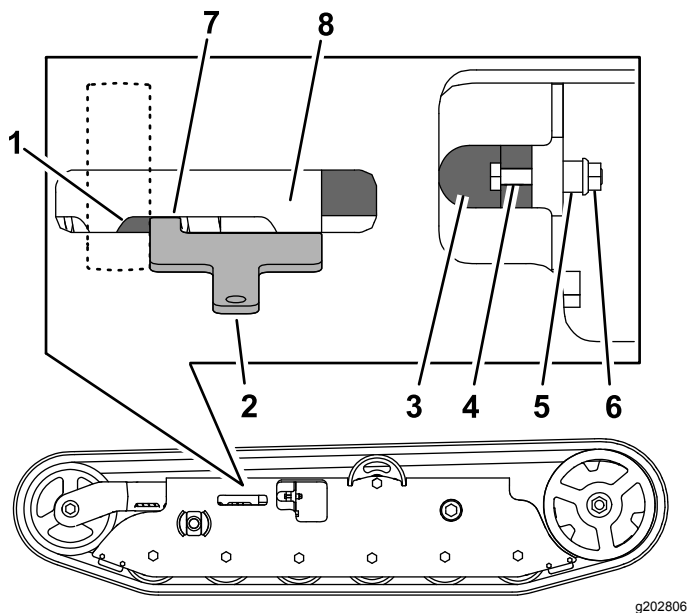
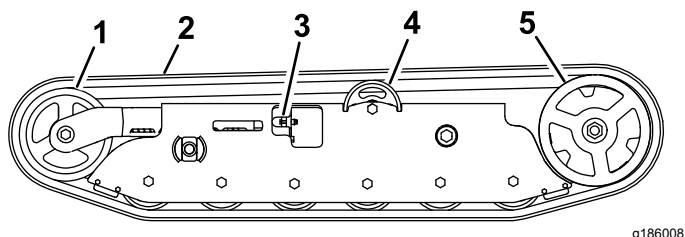

Figure 36
Figure 37
Si vous placez la languette de l'outil tendeur le long du bord arrière de l'écrou de tension, l'autre extrémité de l'outil tendeur doit s'aligner sur le bord du bras de tension, comme montré à la Figure 36. Si l'écartement n'est pas correct, réglez la tension des chenilles comme suit :
5. Retirez le boulon (1/4 x 1-5/8 po), l'entretoise et l'écrou (Figure 36).
6. Figure 36
7. Alignez l'encoche la plus proche dans le boulon de tension et le trou du boulon, et fixez le boulon de tension avec le boulon (1/4 x 1-5/8 po), l'entretoise et l'écrou (Figure 36).
5. Tournez la vis de tension dans le sens horaire pour réduire la tension (Figure 36 et Figure 37).
7. Lorsque la chenille est déchaussée e la roue avant, retirez-la du pignon d'entraînement et des galets de roulement (Figure 37).
8. Pour installer la chenille neuve, commencez par l'enrouler autour du pignon d'entraînement, en veillant à ce que les crampons s'engagent correctement entre les entretoises du pignon (Figure 37).
9. Poussez la chenille sous les crampons et entre les galets de roulement (Figure 37).
5. Figure 36